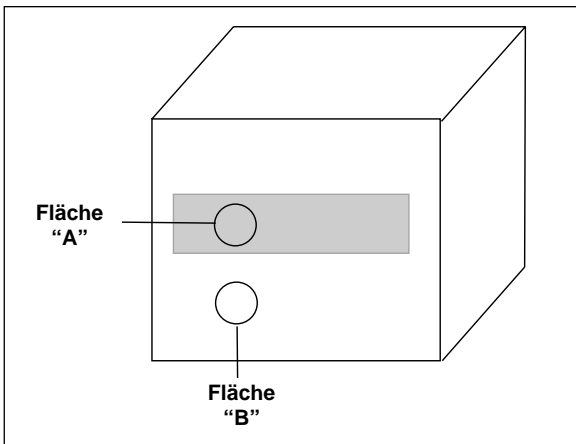

Abbildung C-1. Bestimmung des Emissionsfaktors
3. Stellen Sie den Emissionsfaktor am Instrument auf den Wert des Abklebebandes ein. Messen Sie mit dem Thermometer die Temperatur des Klebebandes (Fläche "A" in Abbildung C-1). Achten Sie darauf, daß die gemessene Fläche das Sichtfeld des Thermometers vollständig ausfüllt.
4. Zielen Sie mit dem Thermometer auf einen nicht abgedeckten Bereich des Objekts (Fläche "B" in Abbildung C-1). Achten Sie darauf, daß die gemessene Fläche das Sichtfeld des Thermometers vollständig ausfüllt. Weiterhin sollte diese Fläche so nahe wie möglich am abgeklebten Bereich liegen.
2. Stellen Sie den Emissionsfaktor am Instrument auf den Wert des Lackes ein. Messen Sie mit dem Thermometer die Temperatur des lackierten Objektbereichs (Fläche "A" in Abbildung C-1). Achten Sie darauf, daß die gemessene Fläche das Sichtfeld des Thermometers vollständig ausfüllt.